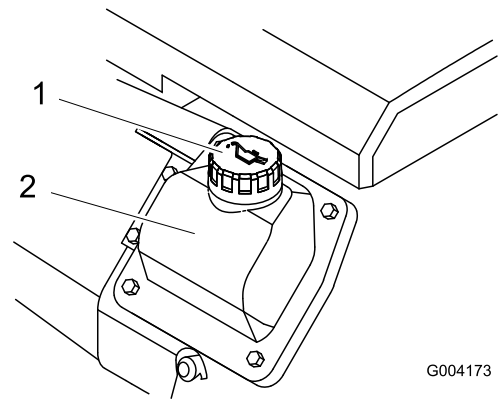

**Bild 35**
4. Reinigen Sie den Bereich um den Ölpeilstab (Bild 35).
5. Ziehen Sie den Peilstab heraus und wischen Sie das Metallende ab (Bild 35).
6. Schrauben Sie den Ölpeilstab vollständig in das Peilstabrohr (Bild 35).